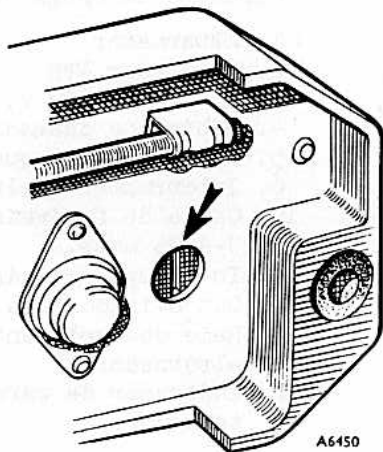

Fig. N.15
- d) Regular o motor de modo a obter uma velocidade do alternador de 3.000 r.p.m. nas mesmas condições de ensaio indicadas em (3).
- e) Rodar o parafuso de afinação gradualmente até o voltímetro registar uma leitura estável dentro dos limites correctos de voltagem (ver Fig.N.15). Basta um ligeiro movimento do parafuso de afinação para alcançar uma diferença apreciável na leitura do voltímetro.